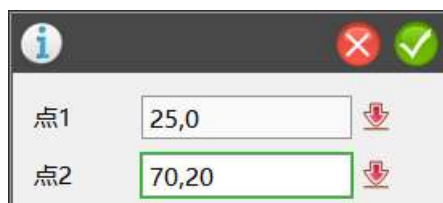
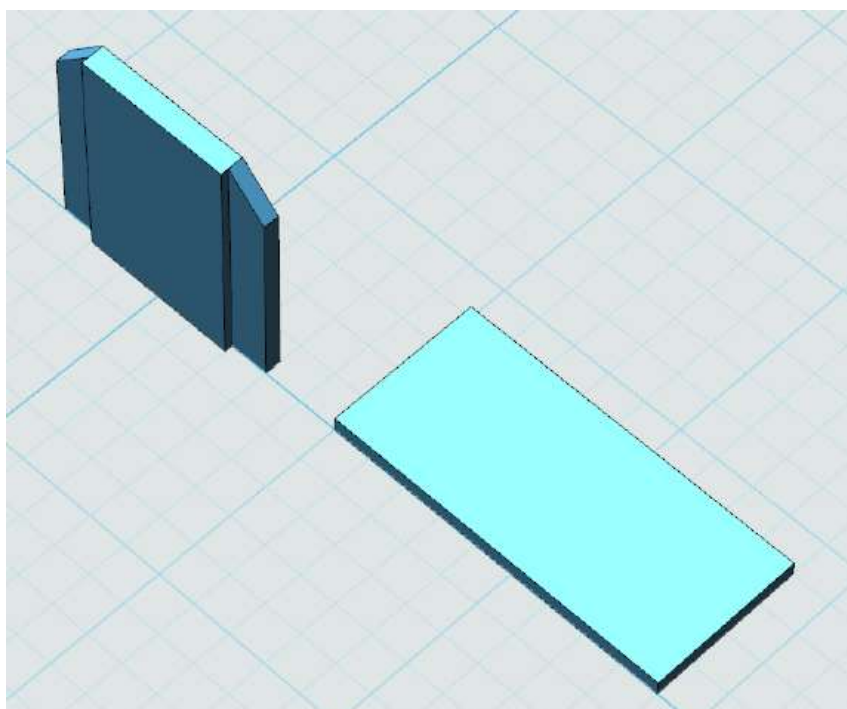

图 10-6
图 10-7
4. 点击草图绘制选择矩形命令。坐标如图 10-6 所示。绘制完成后，点击草图，选择拉伸命令，高度为 2。完成后如图 10-7 所示。